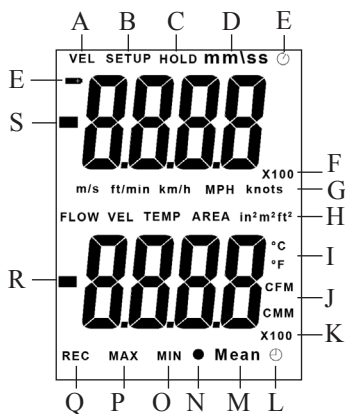

Рис. 2
- c. Нажатием кнопки **UNIT** \blacktriangledown выберите единицы измерения температуры: при каждом нажатии загорается либо индикатор $^{\circ}\text{C}$, либо индикатор $^{\circ}\text{F}$ (поз. I на рис. 2).
- d. Многократным нажатием кнопки **UNIT** \blacktriangle выберите единицы измерения скорости воздушного потока. Цикл выбора следующий: **m/s**, **ft/min**, **km/h**, **MPH**, **knots** (на дисплее последовательно загораются соответствующие индикаторы – поз. G на рис. 2).
- g. Закройте датчик скорости воздушного потока колпачком 3 (см. рис. 2), чтобы изолировать его от исследуемой окружающей среды.